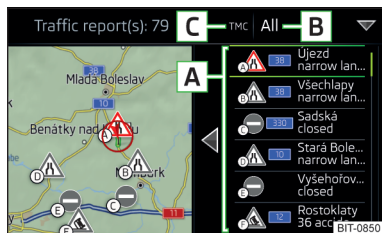

Fig. 247
En la lista de los boletines de tráfico, así como en el mapa se realiza la visualización de máximo 6 avisos, los cuales están previstos con una letra y el símbolo de una obstrucción del tráfico (p.ej. , , ) » fig. 247.
En la posición » fig. 247 pueden visualizarse los siguientes símbolos.
- **Si se realiza una guía al destino** - después de pulsar la superficie funcional » fig. 247 pueden seleccionarse **Todas las áreas** los boletines de tráfico, o pulsando la superficie funcional **Ruta**, sólo los boletines de tráfico que existen en la ruta, en el menú visualizado.